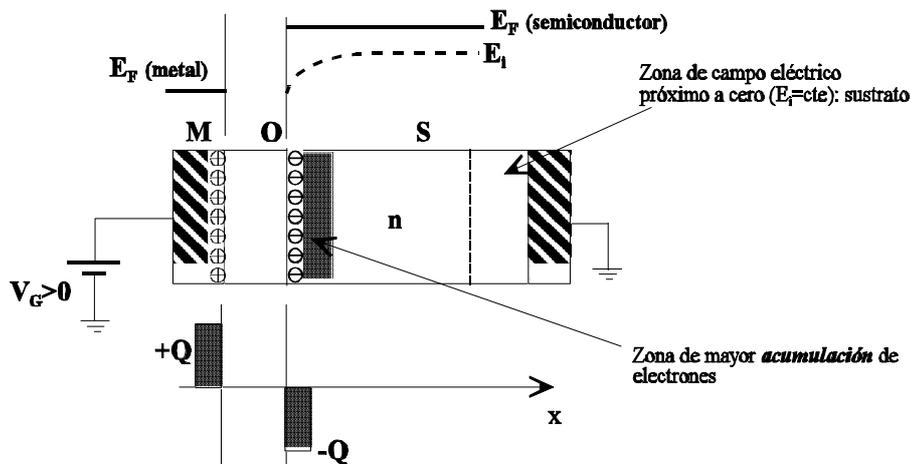

Figura 2.19 Diagrama de bandas de energía y bloques de carga para el caso de polarización de la capacidad MOS en el modo de acumulación.
1. **Acumulación o Almacenamiento:** Esta situación se presenta para $V_G > 0$, supuesto un semiconductor tipo *n*. En efecto, si $V_G > 0$ (ver figura 2.19) se depositan cargas positivas en la puerta de la capacidad MOS y por tanto debe incrementarse en la misma magnitud los electrones cerca de la interfaz semiconductor-aislante (principio de conservación de la carga). Si este análisis se hace desde el punto de vista de bandas de energía, por una parte: $E_F(\text{metal}) - E_F(\text{semiconductor}) = -qV_G$, y dado que $V_G > 0$, significa que el nivel de Fermi en el metal disminuye respecto a la del semiconductor, y por otra al ser $dV_G/dx < 0$, entonces el campo eléctrico (*E*) es positivo y en consecuencia se produce una pendiente positiva en las bandas de energía en el semiconductor. Recuérdese que el campo eléctrico (*E*) y los niveles de energía de las bandas de conducción (E_c), intrínseca (E_i) y valencia (E_v) están relacionados por:
Como las concentraciones de electrones y huecos en el semiconductor vienen dados por $n = n_i \cdot e^{(E_F - E_i)/KT}$, $p = n_i \cdot e^{(E_i - E_F)/KT}$, al producirse una pendiente positiva en la variación de E_i con x (recuérdese que E_F se mantiene invariante con x) entonces $n > n_i$ y $p < n_i$. En la figura 2.19 se muestra estos efectos, tanto desde el punto de vista de cargas como de energías. El calificativo de acumulación o almacenamiento se debe al incremento de carga (electrones en este caso) que se produce en la interfaz semiconductor-aislante.